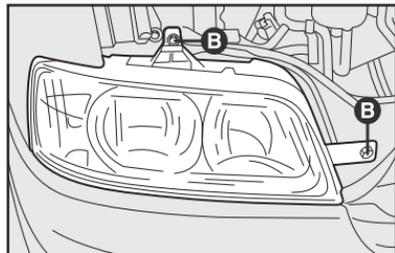
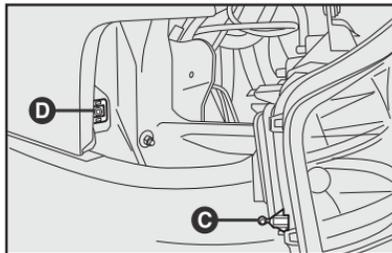

fig. 10
fig. 11
2) Retirar os parafusos de bloqueio **B-fig. 10** e desmontar o farol desengatando a trava **C-fig. 11** do engate **D**.